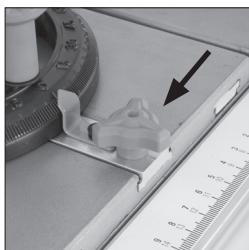

Afb. 22
- Schuif de bevestigingsschroeven door de twee **(2)** openingen in het verticale vlak van de verstekgeleider en maak vast met de vleugelmoeren. **(Afb. 22).**